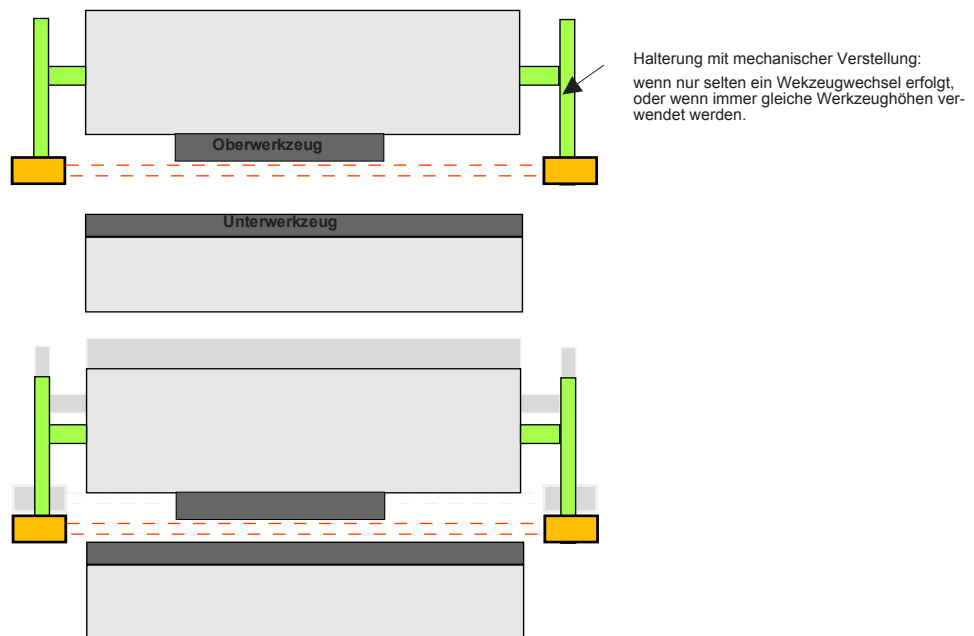

Bild7/ 4
**AKAS®-LC II M / -LC II F** : wenn nur selten ein Werkzeugwechsel erfolgt, oder wenn immer gleiche Werkzeughöhen verwendet werden. (Bild7/4)